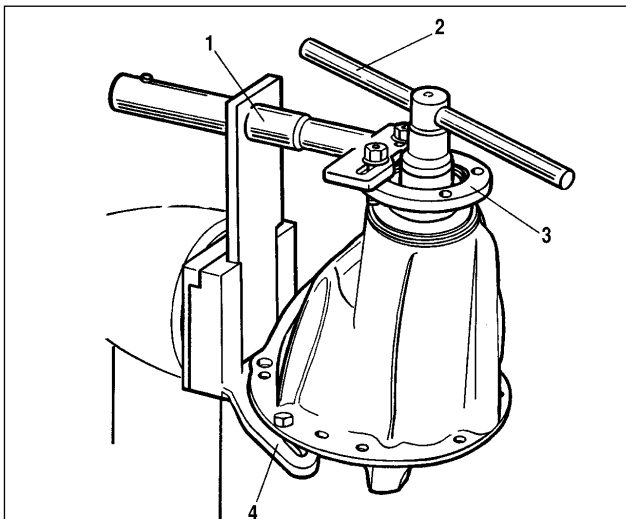

Bild 3-66. Losdrehen der Mutter des Antriebsrades:
- Das Schaltgetriebe mit der Füllöffnung nach oben wenden (Bild 3-66), den Flansch 3 des Antriebsrads mit Sperre 1 halten und die Befestigungsmutter des Flansches mit Schlüssel 2 losdrehen,